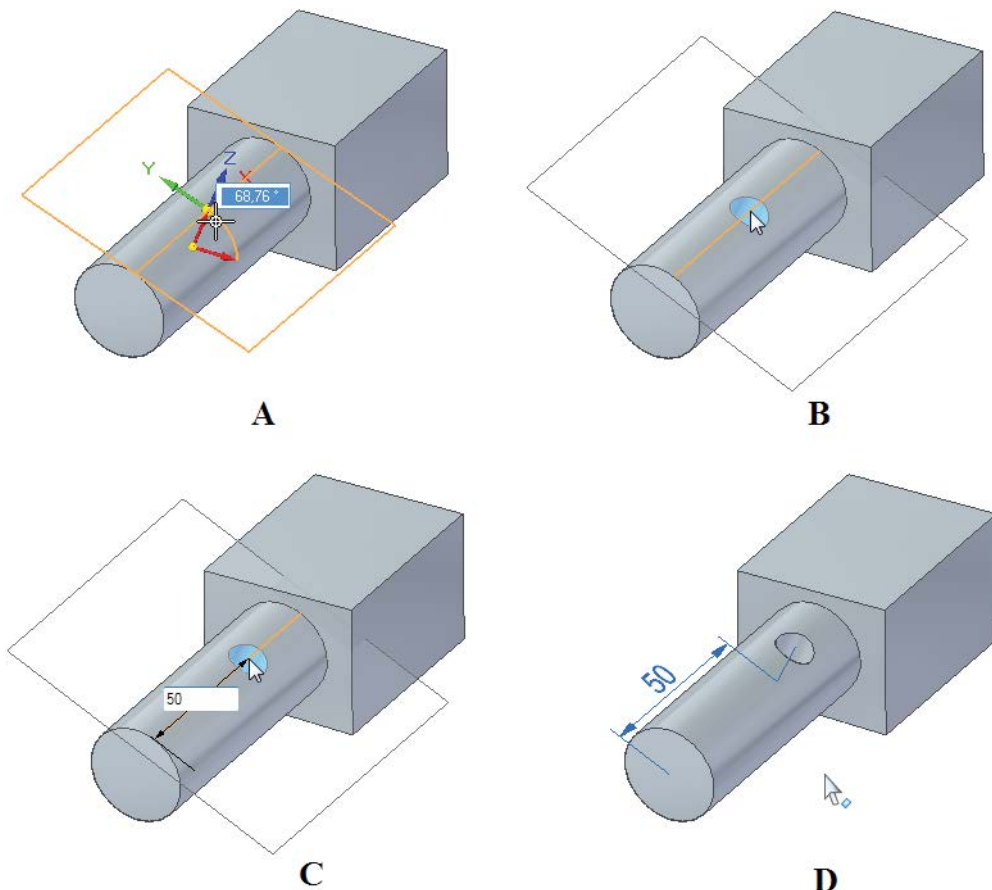

Рис. 2.4.6. Процедура построения отверстия в цилиндрической поверхности
- динамически разместить отверстие на цилиндре и нажать клавишу **F3**, запустив команду **Касательная плоскость** (рис. 2.4.6, A);
- ориентировать плоскость с помощью мыши и щелкнуть ЛКМ либо непосредственно задать угол и нажать клавишу **Enter**; плоскость будет зафиксирована, а отверстие – привязано к касательной линии (B);